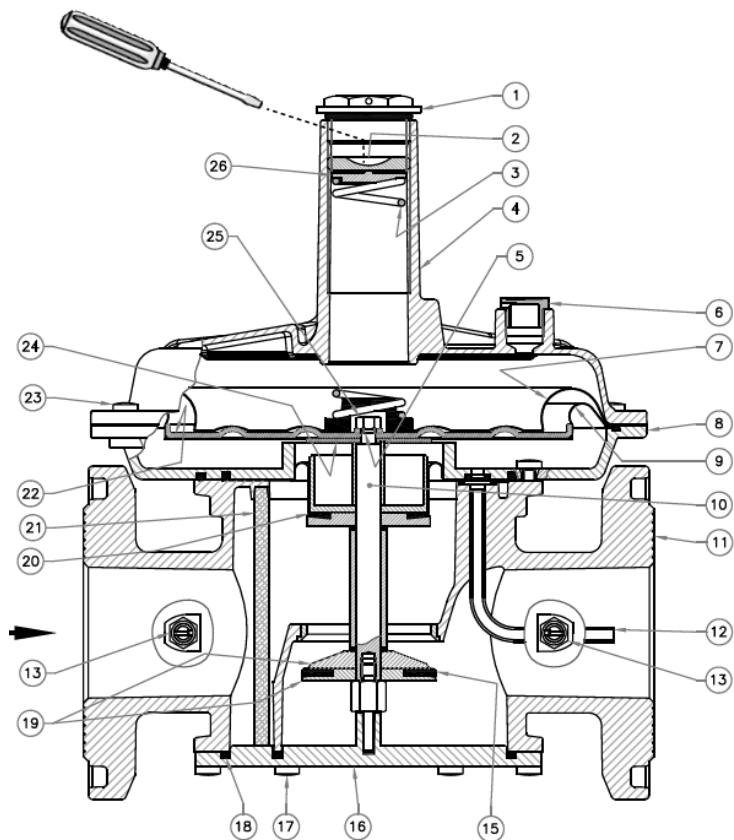

Figura 6
1. pentru racordurile DN 15 + DN 50 asigurați-vă că pinul central (10) este centrat în ghidajul capacului inferior (16);
2. Pentru racordurile DN 65 - DN 80 - DN 100, atenție la inelul din teflon spart (14): la reasamblarea capacului inferior (16) este necesar să-l așezați în interiorul ghidului special (așa cum se arată în figura 6);
- Verificați și integritatea obturatorului și, dacă este necesar, înlocuiți garnitura de cauciuc (15);